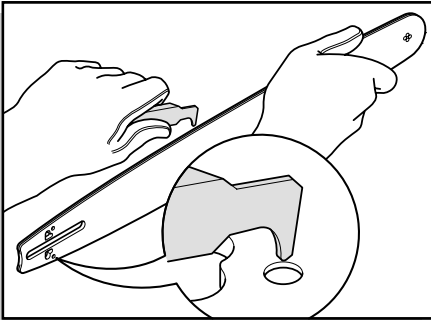

fig. 11
- Limpar periodicamente a guia e os furos de tomada de óleo com o respectivo raspador da escala (fig. 11).